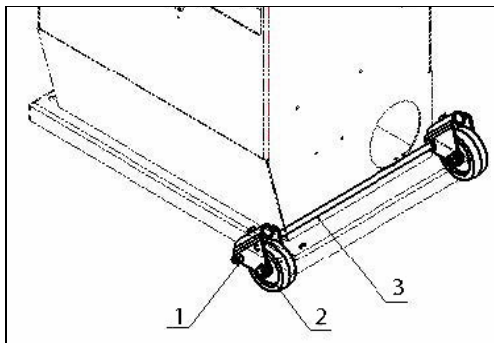

Abb. 10: Montage der Hinterachse
Schritt 1: Für die Montage der Hinterachse (Abb. 10), sol-
Rad an den Maschinenkörper (Abb. 10).
auf die Achse 3 (Abb. 10). Sie können das Rad